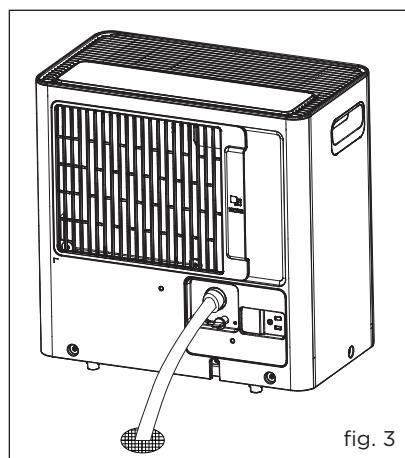

fig. 3
- g. Coloque el extremo de la manguera en el desagote. (fig.3)